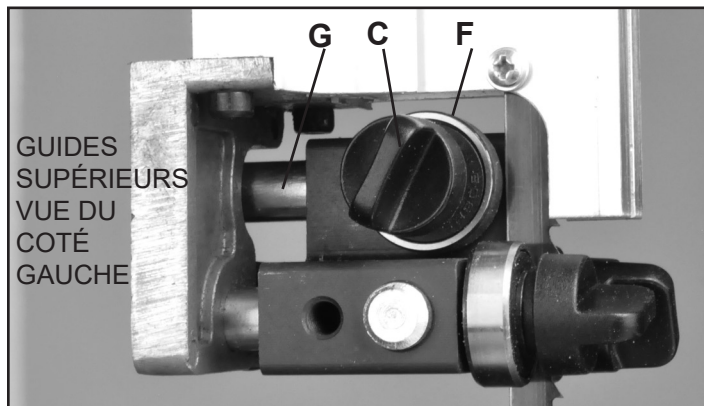

FIGURE 24
4. Ajustez le guide arrière avec roulement (FIG. 24 F), pour qu'il soit tout juste dégagé de l'arrière de la lame de scie. Relâchez la poignée de serrage du guide (#151, C) et déplacez le guide arrière vers la lame en poussant l'extrémité de l'axe du guide arrière (#132, G). Resserrez ensuite la poignée. FIG. 24.